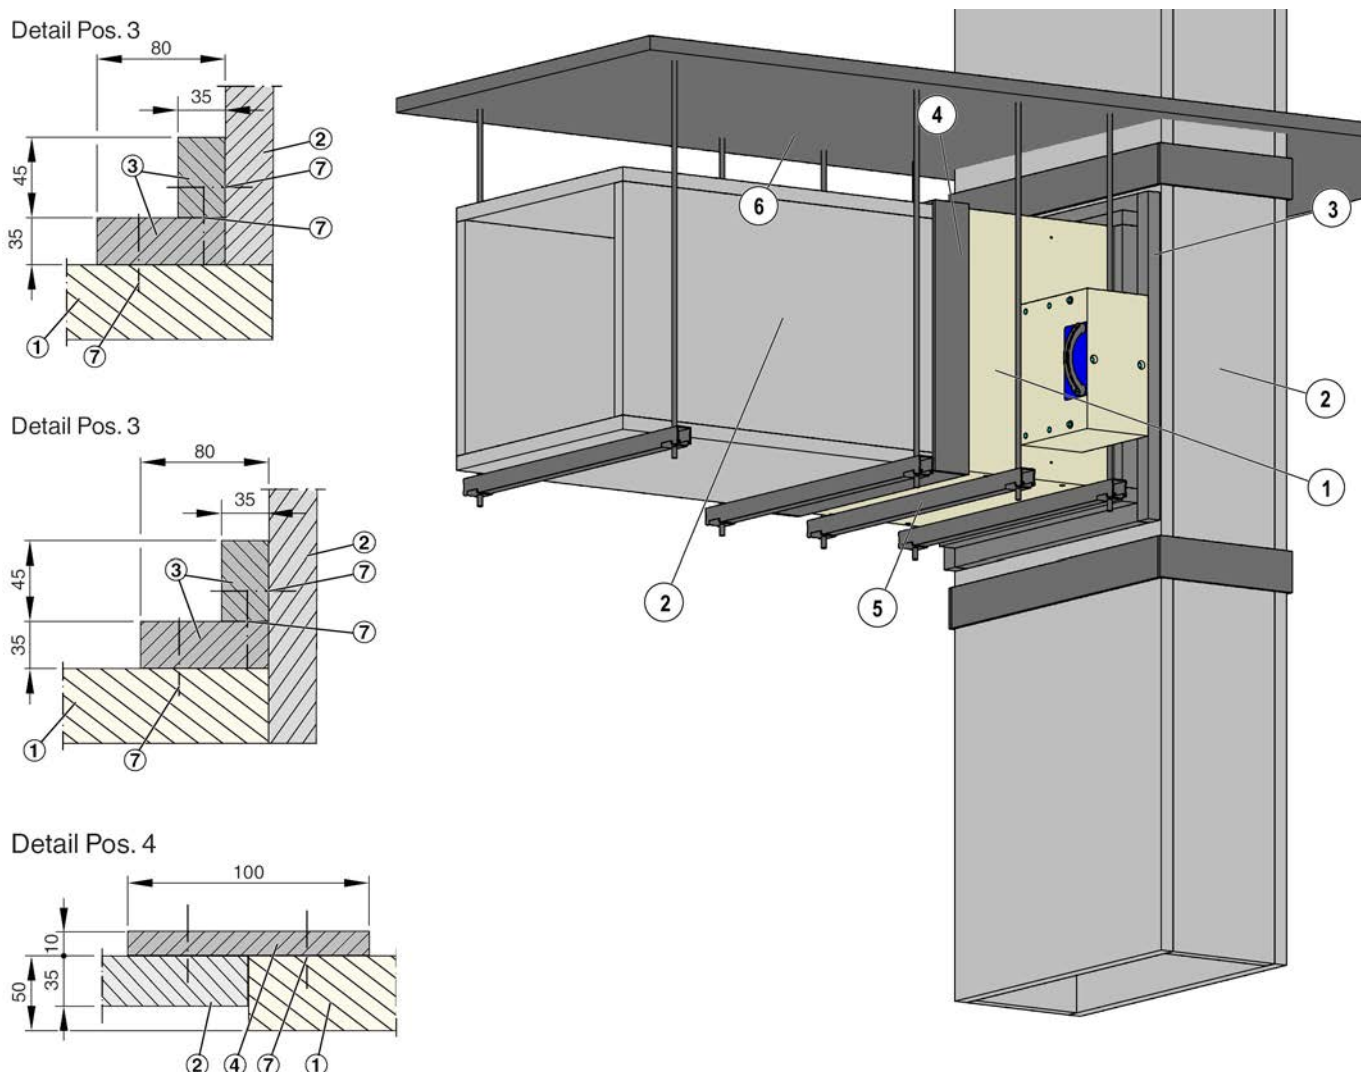

Fig. 19: Installazione che parte da condotti di evacuazione dei fumi verticali resistenti al fuoco, indice di classificazione:  $V_{ed}$
2. ▶ Collegare il condotto di evacuazione dei fumi resistente al fuoco alla serranda antifumo, posizionando un profilo angolare ( Fig. 19 /3) tra il condotto e la serranda. Applicare la colla ai profili angolari in corrispondenza delle giunzioni, del condotto di estrazione dei fumi e della serranda antifumo, quindi collegare i profili con graffe in acciaio, distanza  $\leq 150 \text{ mm}$ .